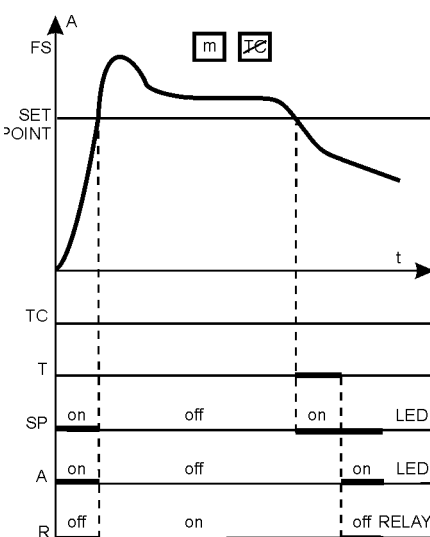

Fig.5
DS1-1: ON min set point (fig.5, 6)
under min set point programming and without TC (DS1-3=ON), when I=0. the relay is in alarm (fig. 5).
SOGLIA DI MIN (sottocorrente) - fig. 5, 6.
- DS1-3=ON (TC disattivato), il dispositivo risulta in allarme a corrente "zero": l'applicazione per il controllo delle resistenze elettriche singole (fig. 5) è la più comune.
MIN SET POINT (undercurrent) - fig. 5, 6.
- DS1-3=ON (TC is not activated), the device is in alarm with current = 0. The most common application is the control of a single electric resistance (fig. 5).